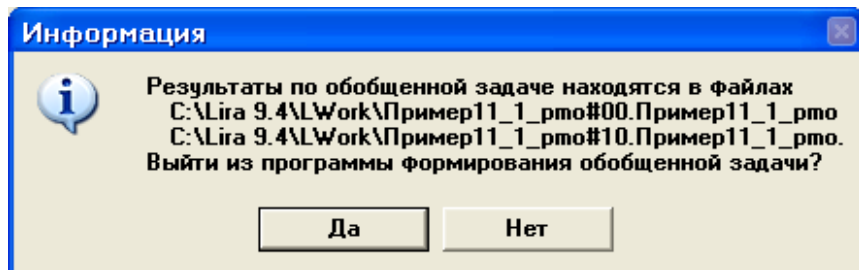

Рис.11.25. Диалоговое окно **Информация**
- После окончания расчета на экране появится диалоговое окно **Информация** (рис.11.25), в котором после прочтения сообщения щелкните по кнопке **Да**.